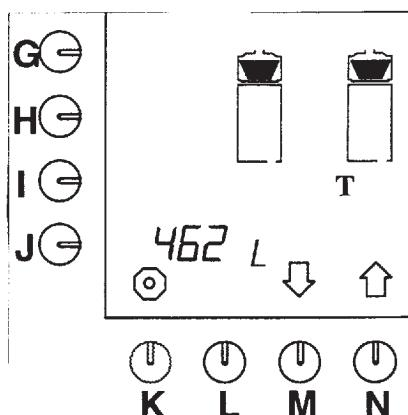

Рис. 38 Общий счетчик системы приготовления кофе
- Нажмите кнопку **N** ↑ до появления на дисплее рис.38.